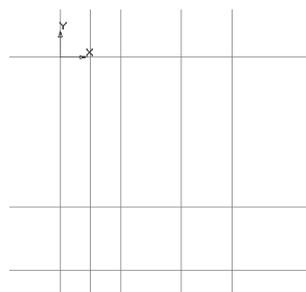

Рис. 3.71
2. На панели **Геометрия** нажмите кнопку  **Вертикальная прямая**, установите ее в центре координат и щелкните мышью. Далее установите в первом окне «**т**» следующие координаты по оси X: (3), (6), (12), (17). После ввода каждой координаты следует нажимать клавишу **Enter**. Всего (с осью симметрии) должно появиться пять вертикальных линий. Нажмите кнопку **Горизонтальная прямая**, установите ее в центр координат и аналогичным образом во втором окне «**т**» введите следующие координаты по оси Y: (0), (-15), (-23). Нажмите кнопку  **Прервать команду**. Всего будет три горизонтальные линии. Увеличьте изображение во весь экран путем последовательного нажатия двух клавиш **Ctrl++**. При этом используйте клавишу **+**, расположенную на цифровой панели клавиатуры (рис. 3.71).